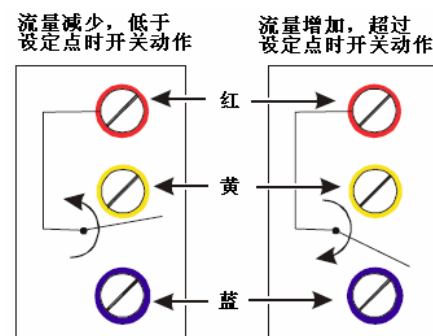

图 2 开关动作
FS80-C 流量开关的单刀双掷开关具有带颜色的接线端。红色为公共端，当流量增加时与蓝色接通；当流量减少时与黄色接通。有关开关动作和流量率，参见图 2 和表 1。
2. 调高流量值，顺时针旋转调节螺丝。在调高出厂设定值后，若要调低流量值，则逆时针旋转调节螺丝。（参见图 2）